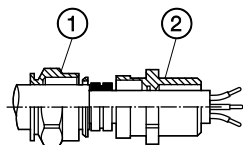

Рисунок 2. Затяжка кабельных сальников
Степень защиты IP 66 / 67 достигается только при условии установки черного неопренового уплотнительного кольца между кабельным сальником и корпусом, а также при соблюдении момента затяжки 3,6 Нм (Рисунок 2, поз. ②). Защитите кабель от механических нагрузок (растяжения, скручивания, сжатия и пр.). В рабочих условиях герметичное закрытие кабельного ввода не должно нарушаться. Заказчик должен предусмотреть наличие устройства защиты кабеля от натяжения.
5. Затягивайте кабельный сальник до тех пор, пока уплотнительное кольцо не будет прочно огибать провод (Рисунок 2, поз. ①). Не допускайте на корпусе превышения указанного момента затяжки более чем в 1,5 раза (см. указания по монтажу кабельного сальника)!